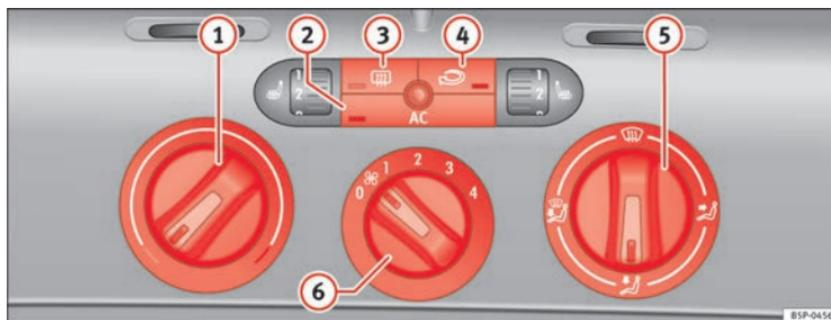

Abb. 128 In der Instrumententafel: Bedienelemente der Climatic
- Drehen Sie den Temperaturregler ⇒ Abb. 128 **1** nach rechts, bis die gewünschte Heizleistung erreicht ist.